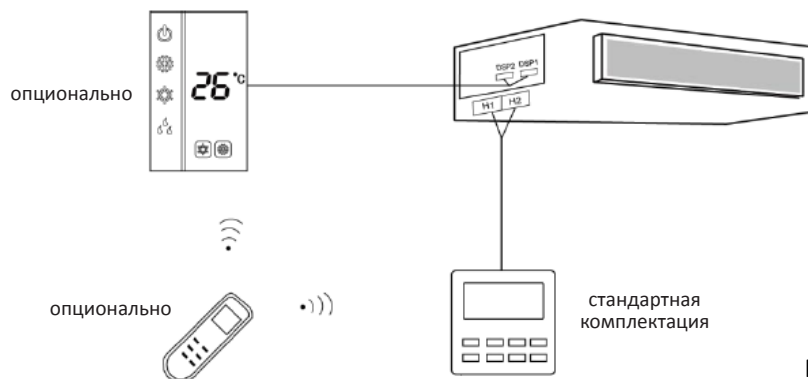

Рис. 5.4.3
3) Проводной пульт и приемник сигналов могут быть подключены одновременно. При передаче сигналов с беспроводного пульта они могут приниматься как проводным пультом, так и приемником ИК сигнала: см. рис. 5.4.3.